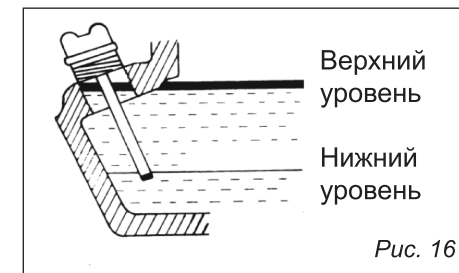

Рис. 16
2. Открутите крышку маслониливной горловины и протрите щуп (рис. 16).